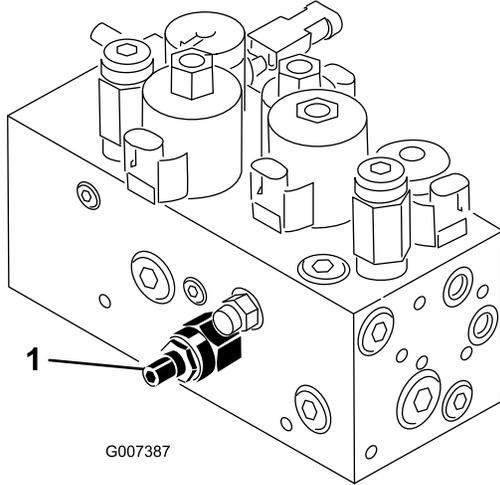

図 56
本機のカッティングユニット昇降回路にはフローコントロールバルブ（図 56）がついています。このバルブは出荷時に約3回転の開度に調整されていますが、作動油温度、作業速度などにより調整が必要になる場合があります。以下の手順で調整します：
1. 運転席を上げ、センタープルフレーム用フローコントロールバルブ（図 56）を露出させる。バルブは油圧マニホールドの側面についている。